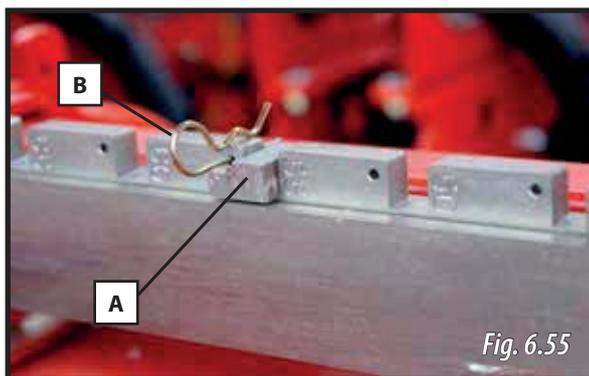

Fig. 6.55
Pour régler la machine, agissez sur les **6 butées d'ouverture entre rangs** (A, Fig. 6.55) à la distance voulue indiquée par les mâts des éléments (en ROUGE, Fig. 6.52). Pour régler l'écartement, procédez comme suit :
- 1- Retirez la goupille (B, Fig. 6.55).
- 2- Retirez la butée d'ouverture (A, Fig. 6.55).